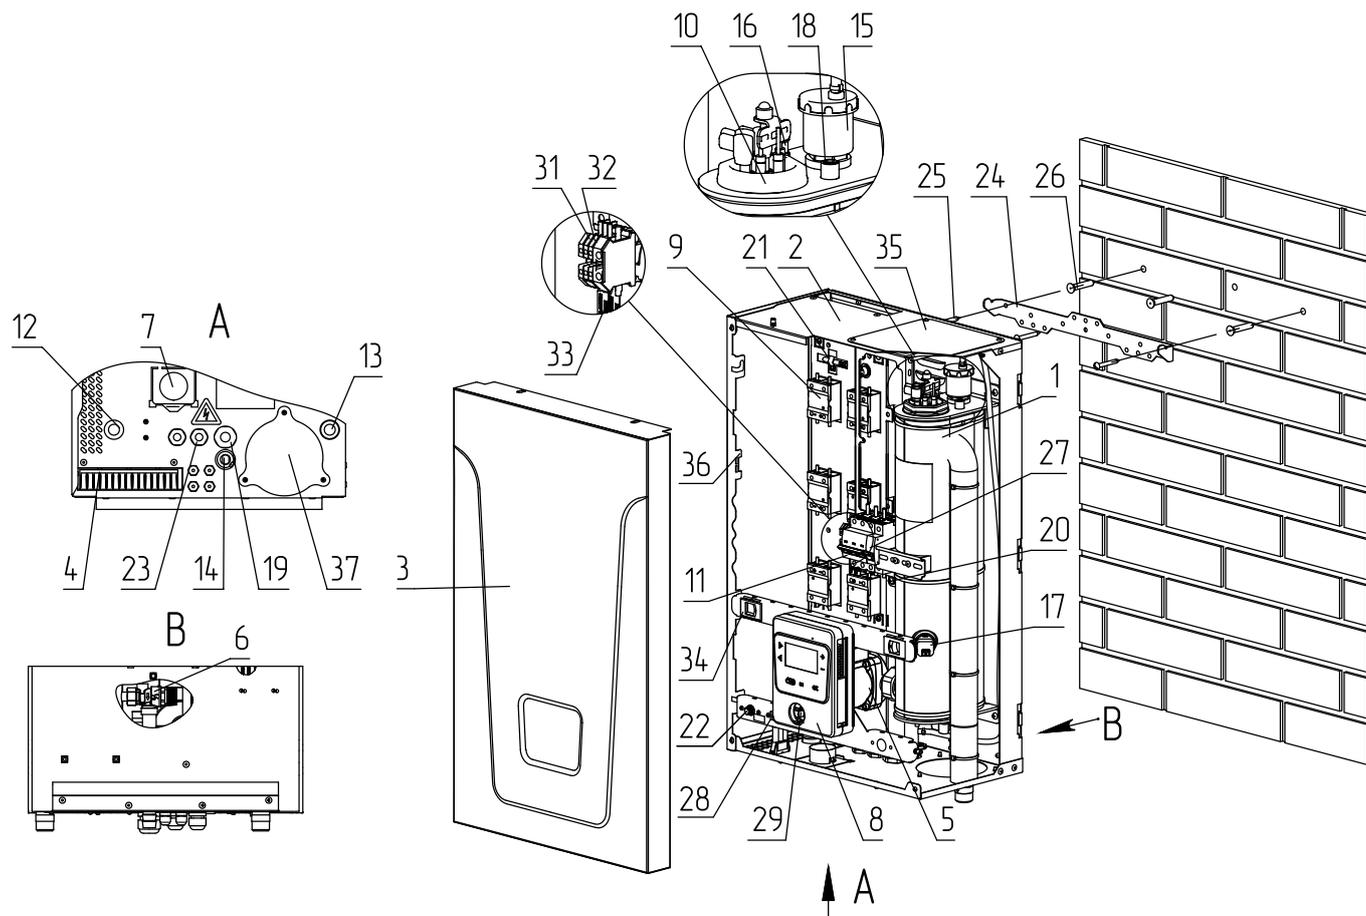

Рис.1 Конструкция котла
- Категорически запрещается устанавливать запорную арматуру на патрубок сброса теплоносителя из предохранительного клапана электрического котла (Рис.1, 2, поз.14).